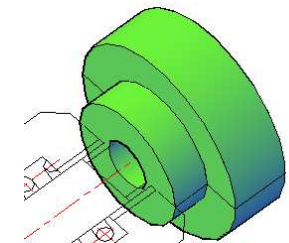

Рис. 31
- ◆ Вращаем контур K6 вокруг оси (T1-T2) (рис.31).